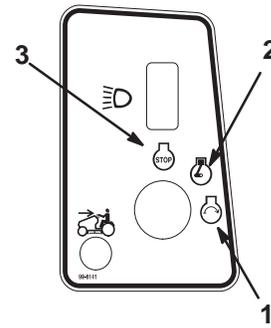

Bild 10
6. Drehen Sie den Zündschlüssel im Uhrzeigersinn und halten ihn auf Start (Bild 10). Lassen Sie den Schlüssel sofort los, wenn der Motor anspringt.
2. Drehen Sie den Zündschlüssel auf Aus (Bild 10).